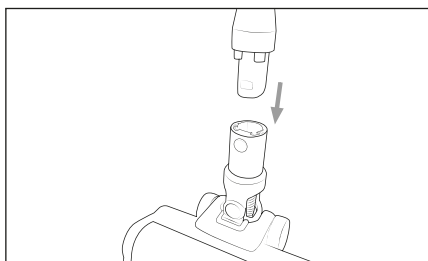

Fig. 2
- 2) Introduzca el tubo de aspiración **23** en el cepillo para suelos **20** hasta que encastre audiblemente con un chasquido (consulte la fig. 2). Como alternativa, también puede conectar el cepillo para suelos **20** directamente en el aparato incluso sin tubo de aspiración **23**.